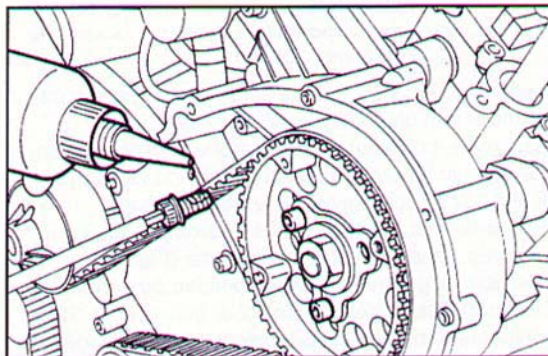

Fig. 316 ▲
- spalmare il sigillante Loctite 971 sulle brugole di fissaggio dei mozzetti puleggia alle pulegge stesse ed avvitarle a fondo (**Fig. 316**);
- apply a little Loctite 971 to the Allen screws of the pulley hubs and to the pulleys themselves and lock fully (**Fig. 316**);